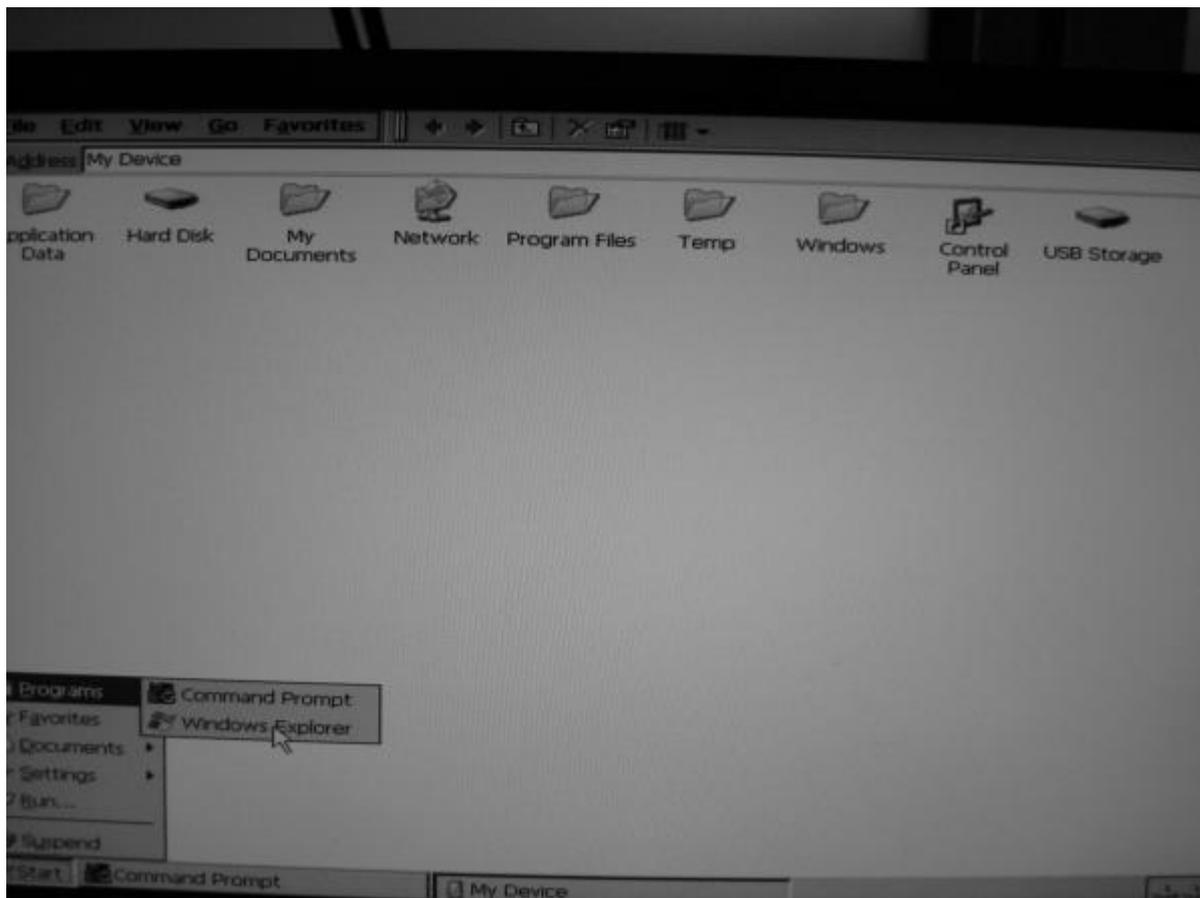

Рис. 54. Содержимое окна Windows Explorer
Иногда после копирования файла проекта CoDeSys с расширением *.pro с одного компьютера на другой или после удаления вспомогательных файлов проекта при попытке выполнить команду **Online–Login** среда разработки CoDeSys выводит на экран монитора сообщение, показанное на рис. 54.
3. Включите питание монитора и нажмите клавишу Windows на клавиатуре, подключенной к контроллеру, после чего выберите **Programs–Windows Explorer** в появившемся меню. На экран монитора, подключенного к контроллеру, будет выведено окно Pocket Windows Explorer, показанное на рис. 54.
4. Присоедините USB-накопитель к контроллеру и убедитесь, что через 3-5 секунд в окне Windows Explorer появился ярлык *USB Storage*, как показано на рис. 54.
появившемся меню. На экран монитора, подключенного к контроллеру, будет выведено окно Pocket Windows Explorer, показанное на рис. 54.